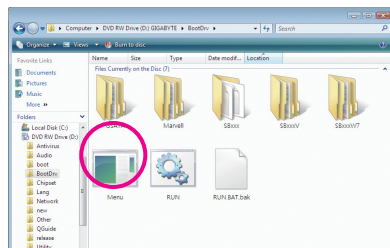
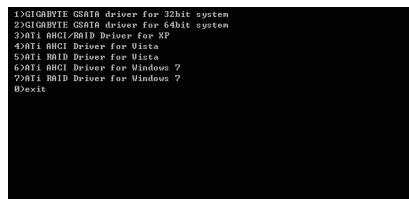

Figure 3
Figure 4
- 2: A partir de votre lecteur de disques optiques, double-cliquez sur le fichier Menu.exe dans le dossier BootDrv (Figure 3). Une fenêtre Commande d'invite similaire à celle dans Figure 4 apparaîtra.
- 3: Insérez la disquette vierge formatée. Sélectionnez le pilote du contrôleur en appuyant sur la lettre correspondante dans le menu et appuyez sur <Enter>. Par exemple, dans le menu de la Figure 4,
- Pour le ATI SB850, sélectionnez **3) ATI AHCI/RAID Driver for XP** (3) Pilote ATI AHCI/RAID pour XP pour le système d'exploitation Windows XP.
- Pour le GIGABYTE SATA2, sélectionnez **1) GIGABYTE GSATA driver for 32bit system** (1) Pilote GIGABYTE GSATA pour système 32-bit pour le système d'exploitation Windows XP 32-bit.